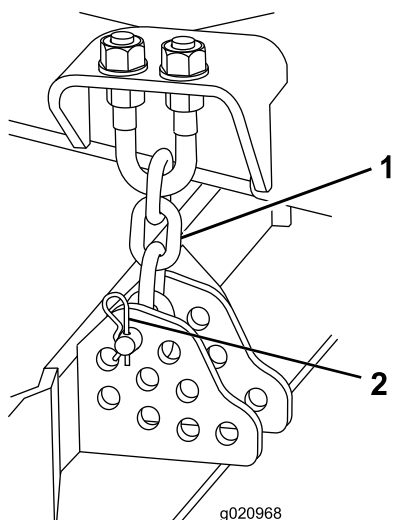

Figure 16
9. Enlevez la goupille fendue et l'axe de chape qui fixent les chaînes de hauteur de coupe à l'arrière du plateau (Figure 16).